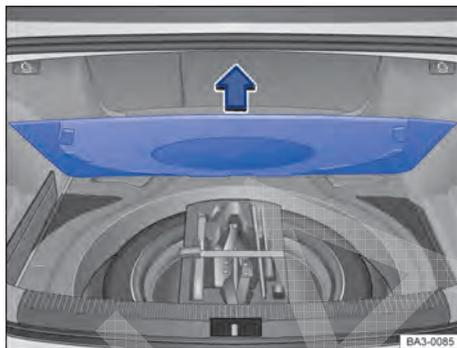

Fig. 223 No compartimento de bagagens sob o revestimento do assoalho: roda sobressalente e ferramentas do veículo.
- Levantar o revestimento do assoalho → Fig. 223 (seta) e, se for necessário, retirá-lo.